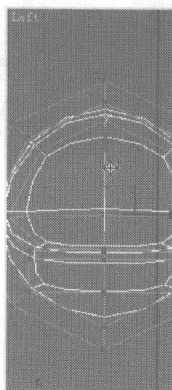
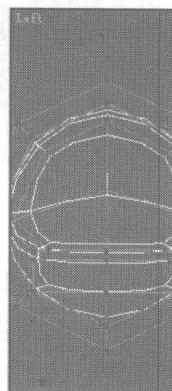
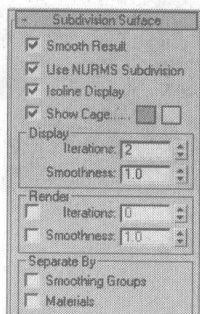
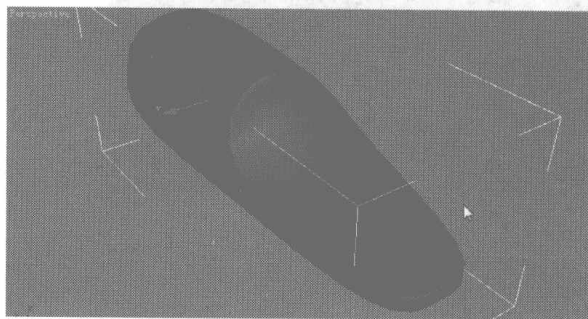

图 2.35
图 2.36
图 2.37
图 2.38
- 09** 选择如图 2.35 所示的点，调整到如图 2.36 所示的位置。在 **Subdivision Surface** 卷展栏中设置参数如图 2.37 所示，再次增加细分，结果如图 2.38 所示。